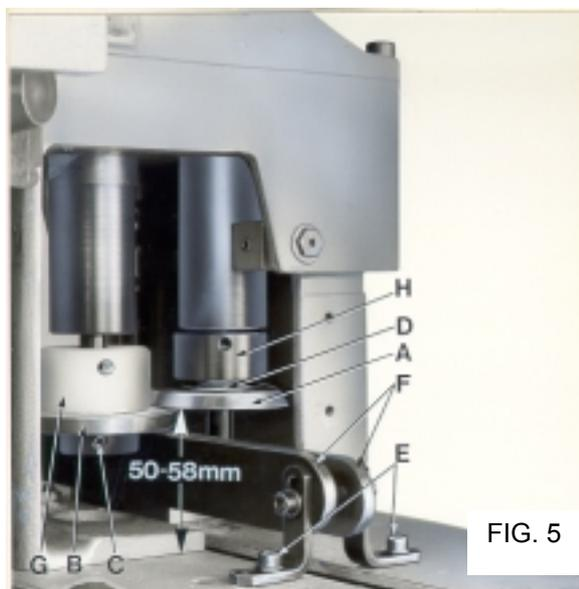

FIG. 5
The cutting height of the knives is adjustable from 50 to 58 mm (1 31/32 to 2 9/32 in.), measured from the upper surface of chain case (see Fig. 5). The standard setting is 54 mm (2 1/8 in.).
To replace the knives (A, B, Fig. 5), remove the chip chute, the left hand guard and the two guide rails (F, Fig. 5) which are fastened with four screws (E, Fig. 5). Turn the knives in a position where the screw (C, Fig. 5) located in the hub of the lower knife (B, Fig. 5) is accessible from the left. Loosen screw (C, Fig. 5) with the special screw driver No. 95620 and remove lower knife (B, Fig. 5), upper knife (A, Fig. 5) and spring (D, Fig. 5).
**NOTE:** There is no screw in the hub of the upper knife (A, Fig. 5).
When assembling, slip spring (D, Fig. 5) and upper knife (A, Fig. 5) on the front knife shaft. Turn the knife to and fro, until the Woodruff key, cemented in the knife shaft, engages with the key groove in the knife hub. Hold upper knife in position. Slip the lower knife
Die Schneidhöhe der Messer ist im Bereich von ca. 50 bis 58 mm einstellbar, von der Oberkante des Kettenkastens aus gemessen (siehe Fig. 5). Die Grundeinstellung beträgt 54 mm.
Zum Auswechseln der Messer (A, B, Fig. 5) entfernen Sie die Abfallrinne, den linken Handschutz, sowie die beiden Führungsschienen (F, Fig. 5), die mit vier Schrauben (E, Fig. 5) befestigt sind. Drehen Sie die Messer soweit, daß die Schraube (C, Fig. 5) in der Nabe des Untermessers (B, Fig. 5) von links zugänglich ist. Lösen Sie mit dem Spezial-Schraubendreher Nr. 95620 die Schraube (C, Fig. 5) und nehmen Sie das Untermesser (B, Fig. 5) und Obermesser (A, Fig. 5) sowie die Feder (D, Fig. 5) heraus.
**BEACHTEN SIE:** Die Nabe für das Obermesser (A, Fig. 5) enthält keine Befestigungsschraube.
Beim Einbau schieben Sie die Feder (D, Fig. 5) und das Obermesser (A, Fig. 5) auf die vordere Messerwelle. Drehen Sie das Messer hin und her, damit die in die Welle eingeklebte Scheibenfeder in die Keilnut der Messernabe eingreift. Halten Sie das Obermesser fest. Schieben Sie
(B, Fig. 5) on the rear knife shaft, so that the Woodruff key engages with key slot, and push the lower knife with the upper knife up to the stop on plastic collar (G, Fig. 5). Tighten screw (C, Fig. 5) in the hub of the lower knife securely. The collar (G, Fig. 5) serves as a stop for the set cutting height of the knives. Therefore, it is not necessary to readjust the height when replacing the knives. It also prevents the cut-off bag strips from being wound-up on the knife shaft. The pressure exerted by the upper knife on the lower knife can be reduced or increased by raising or lowering collar (H, Fig. 5).
Reassemble the two guide rails (F, Fig. 5), the left hand guard and the chip chute. The chip chute should be set as close as possible to the lower knife without contacting the knives, the knife shafts or the collars.
das Untermesser (B, Fig. 5) auf die hintere Messerwelle, so daß die Scheibenfeder in die Keilnut eingreift und drücken Sie das Untermesser mit dem Obermesser nach oben bis das Untermesser am Stellring aus Kunststoff (G, Fig. 5) anschlägt. Ziehen Sie die Schraube (C, Fig. 5) in der Nabe des Untermessers gut an. Der Stellring (G, Fig. 5) dient als Anschlag für die eingestellte Schneidhöhe der Messer, so daß nach einem Messerwechsel die Höhe nicht neu eingestellt werden muß und verhindert, daß sich die abgeschnittenen Sackstreifen um die Messerwelle wickeln. Durch Höher- oder Tieferstellen des Stellrings (H, Fig. 5) kann der Druck den das Obermesser auf das Untermesser ausübt, verringert oder erhöht werden.
Montieren Sie die beiden Führungsschienen (F, Fig. 5), den linken Handschutz und die Abfallrinne wieder. Die Abfallrinne muß so dicht wie möglich ans Untermesser gesetzt werden ohne die Messer, die Messerwellen oder Stellringe zu berühren.